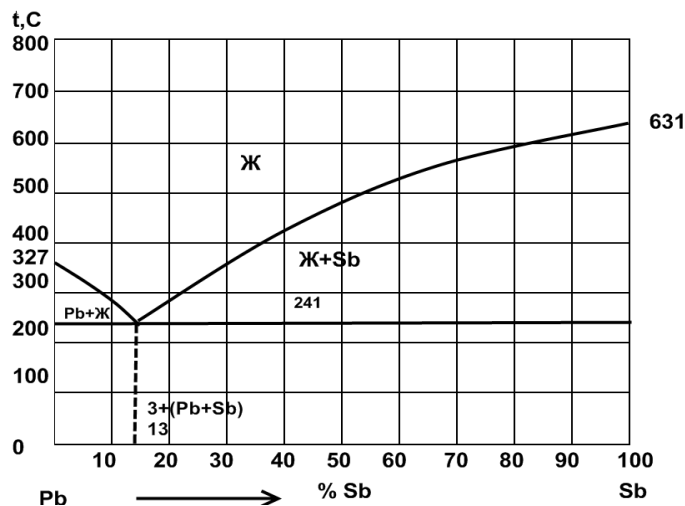

Рис. 2. Диаграмма состояния свинец – сурьма (Pb – Sb)
2. Вычертите диаграмму состояния системы свинец — сурьма. Опишите взаимодействие компонентов в жидком и твердом состояниях, укажите структурные составляющие во всех областях диаграммы состояния и объясните характер изменения свойств в данной системе с помощью правил Курнакова (рис. 2).